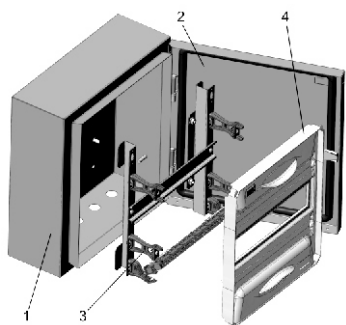

Рисунок 1 – Состав изделия
Корпус металлический ЩРн серии PRO (рисунок 1) конструктивно состоит из оболочки (1) с открывающейся дверью (2), монтажной рамы (3) и операционной панели (4).